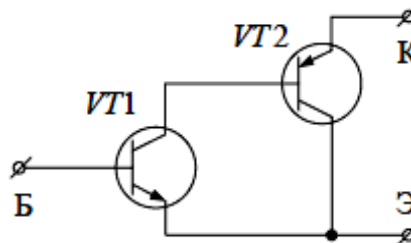

Рисунок 3.45 – Схема на комплементарных транзисторах
2. *Составной транзистор на комплементарных транзисторах* (рисунок 3.45) – транзисторах противоположных типов электропроводности  $p-n-p$  и  $n-p-n$ .